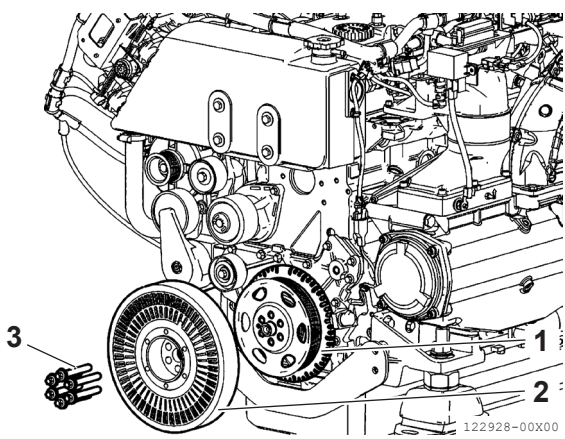

Figura 22
2. Desatornille los tornillos (**Figura 22 [3]**) y retire el volante del amortiguador (**Figura 22 [2]**) de la polea (**Figura 22 [1]**).
La herramienta de bloqueo del volante del motor puede facilitar la extracción del volante del amortiguador (**Figura 22 [2]**) montado en la polea (**Figura 22 [1]**).
Sustituya el volante del amortiguador (**Figura 22 [2]**) por uno nuevo.
Atornille los tornillos de fijación (**Figura 22 [3]**) y apriételes al par especificado.
Volante del amortiguador (6 tornillos M12 × 1,25 × 78,5) (Figura 22 [3])	1. Apriete previo con la llave dinamométrica a 50 ± 5 N·m 2. Apriete con un ángulo de 90°